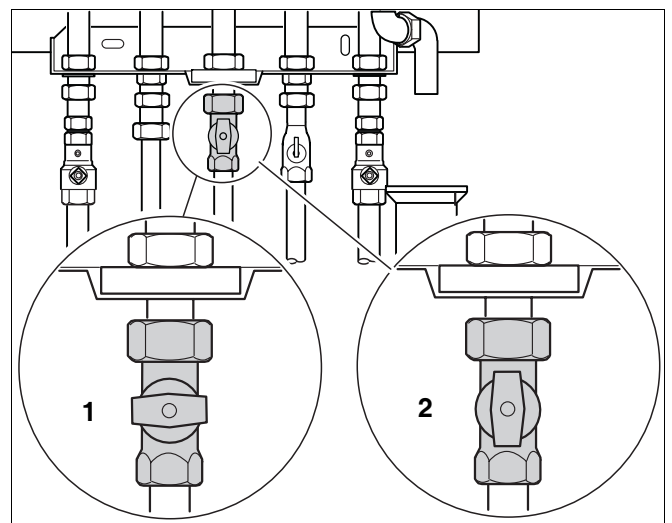

Abb. 33 Gashahn
- Gashahn schließen (Abb. 33, **Pos. 1**).
- Gasabsperrhahn langsam öffnen (Abb. 33, **Pos. 2**).
- Entweicht keine Luft mehr, Gasabsperrhahn wieder schließen (Abb. 33, **Pos. 1**).
- Gasabsperrhahn schließen (Abb. 33, Seite 43).
- Gasabsperrhahn öffnen (Abb. 33, Seite 43).